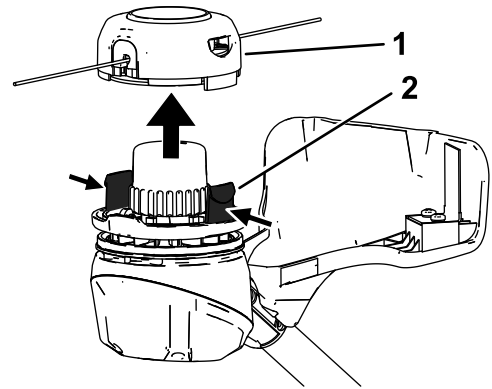

Figure 16
2. Appuyez simultanément sur les languettes de chaque côté de la tête de coupe, et déposez le couvercle et la bobine (Figure 16).